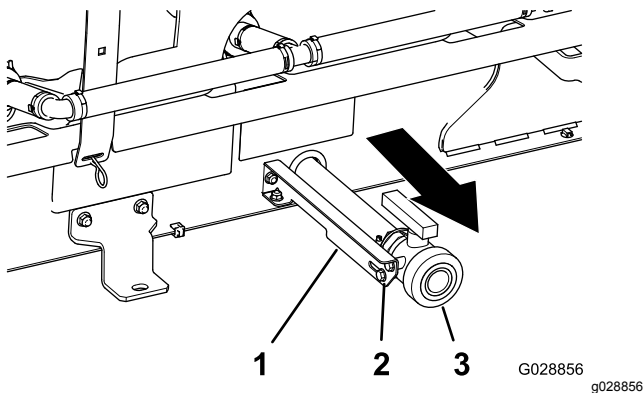

Figura 11
- A. En el lado izquierdo del depósito, afloje los pernos con arandela prensada que sujetan la válvula de vaciado al soporte de sujeción de la válvula (Figura 11).
- B. Mueva por completo la válvula de vaciado hacia afuera en las ranuras del soporte (Figura 11).
- C. Apriete los 2 pernos con arandela presionada (Figura 11).